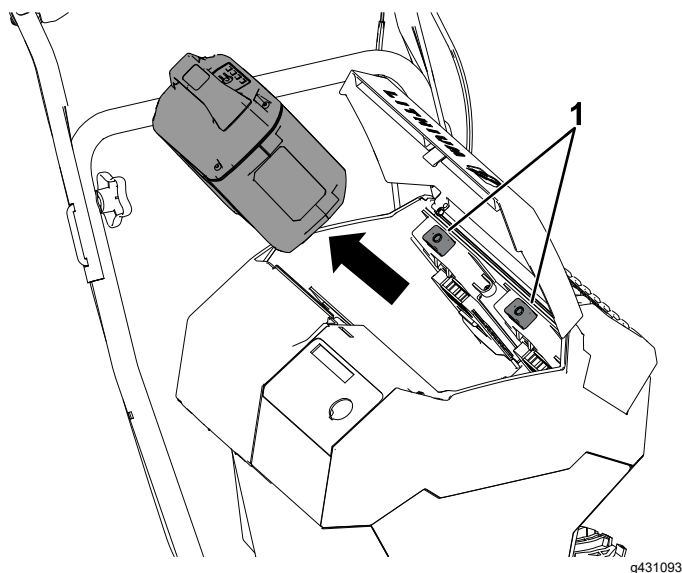

Figura 18
2. Pressione o trinco da bateria para libertar e remover a bateria (Figura 18).